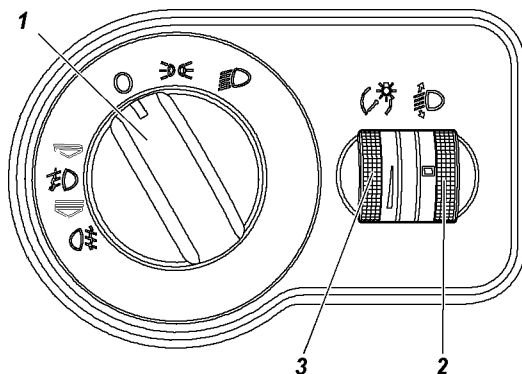

Рис. 3.4. Модуль управления светотехникой (наименование позиций см. в тексте)
- 10** -модуль управления светотехникой (рис. 3.4).
На рис. 3.4 изображен модуль управления светотехникой (МУС).